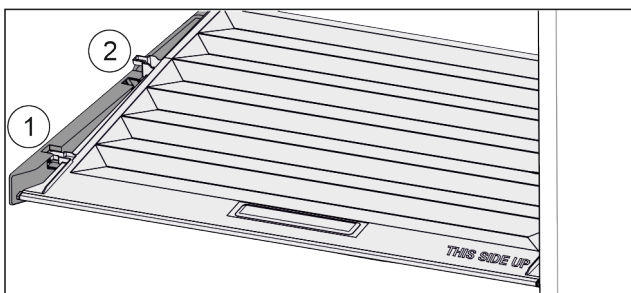

Fig. 34
- ▶ Кришку до отвору в деталях для підтримки потягнути вперед Fig. 34 (1).
- ▶ Підняти ззаду знизу та вийняти Fig. 34 (2) вгору.